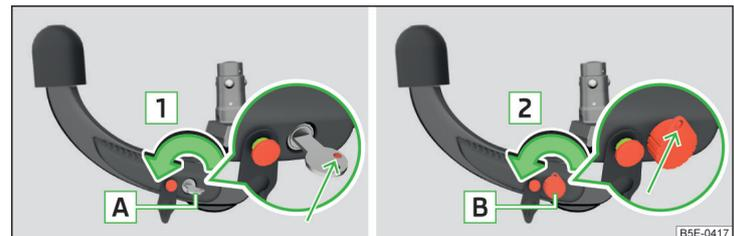

Abb. 179 1. Schritt: Schlüsselvariante 1 / Schlüsselvariante 2
- Den Schlüssel **A** in Pfeilrichtung **1** drehen, sodass dessen rote Markierung nach oben zeigt » Abb. 179.
- Den Schlüssel **B** in Pfeilrichtung **2** drehen, sodass die Schlüsselöse nach oben zeigt » Abb. 179.